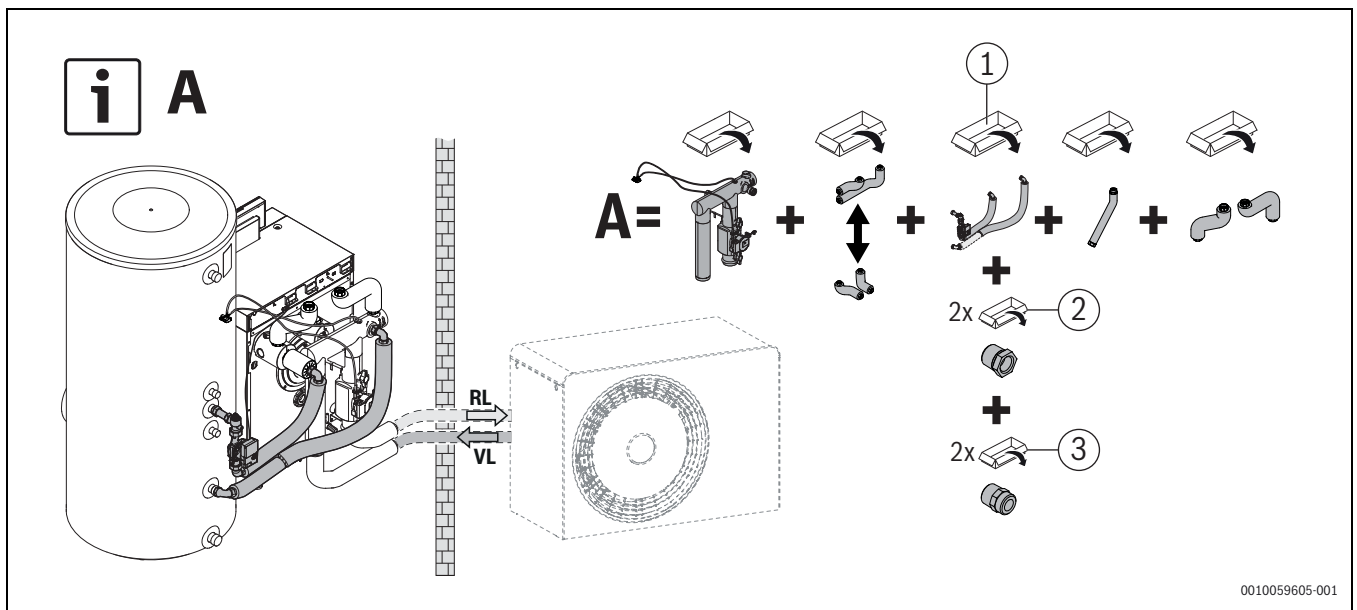
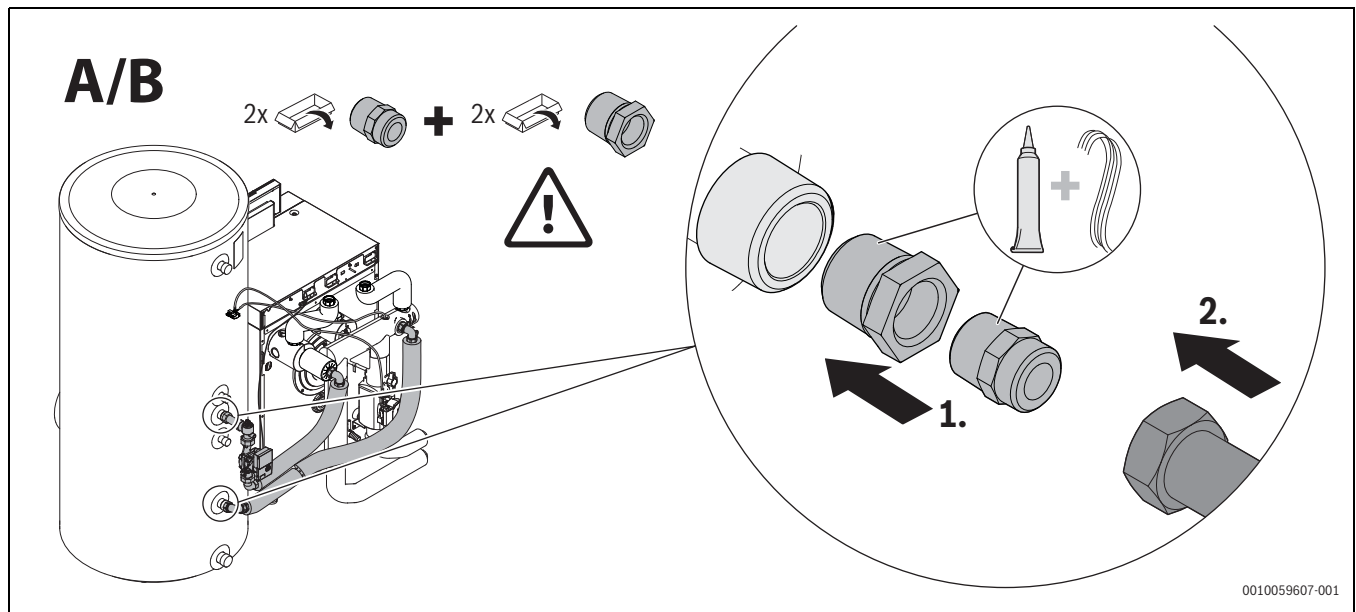

Fig. 10 Connexion ballon pour ballon vertical à droite, variante A, exemple d'illustration pour taille de chaudière 15 kW
Fig. 12 Montage connexion ballon pour ballon vertical, variantes A et B
- ▶ Monter l'assemblage de la tuyauterie conformément à la variante prévue (→ fig. 10 – fig. 12) (→ respecter la notice d'installation à part du set de connexion ballon) ; **variantes A, B.**